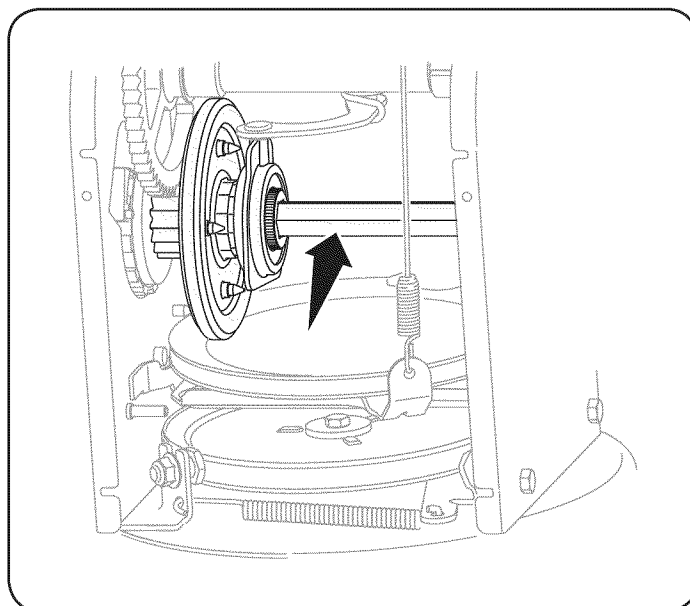

Figura 22
3. Aplique al eje hexagonal una capa ligera de una grasa multiusos apta para condiciones climáticas múltiples. Vea la figura 22.